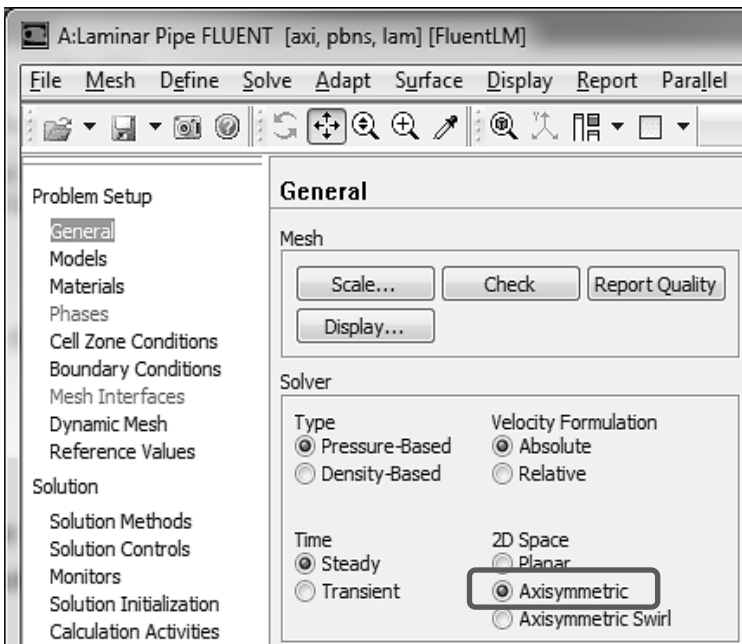

Рис. 1.38
- 2) Выбираем Axisymmetric, рис. 1.38.